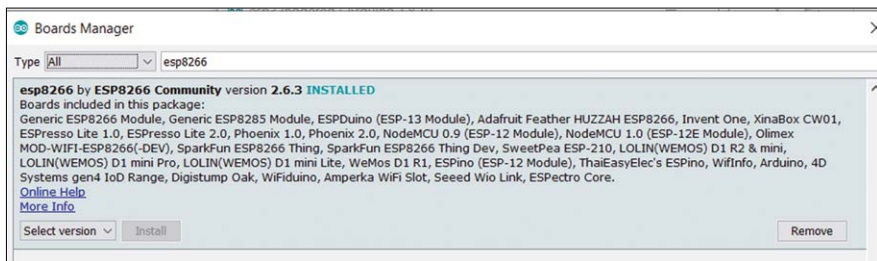

Figure 18.13 Installation réussie
- Après une installation réussie, vous devriez voir le message **Installed** comme dans la figure 18.13. Fermer l'écran.